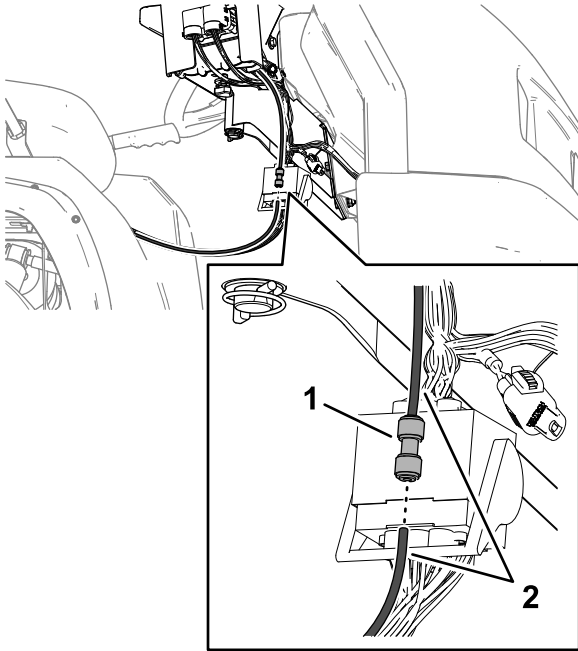

Bild 97
1. Führen Sie den Druckmessschlauch in das Schnelltrenn-Anschlussstück ein, bis er vollständig sitzt (**Bild 97**).